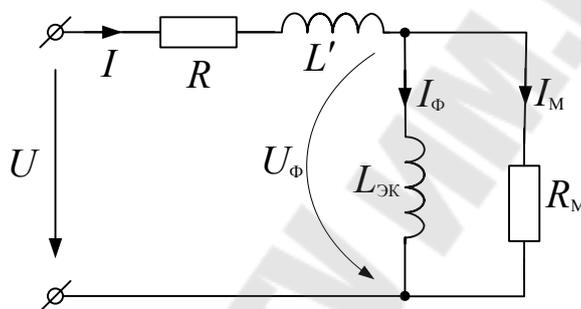

Рис.11.3
4. Рассчитайте параметры схемы замещения (рис. 11.3):